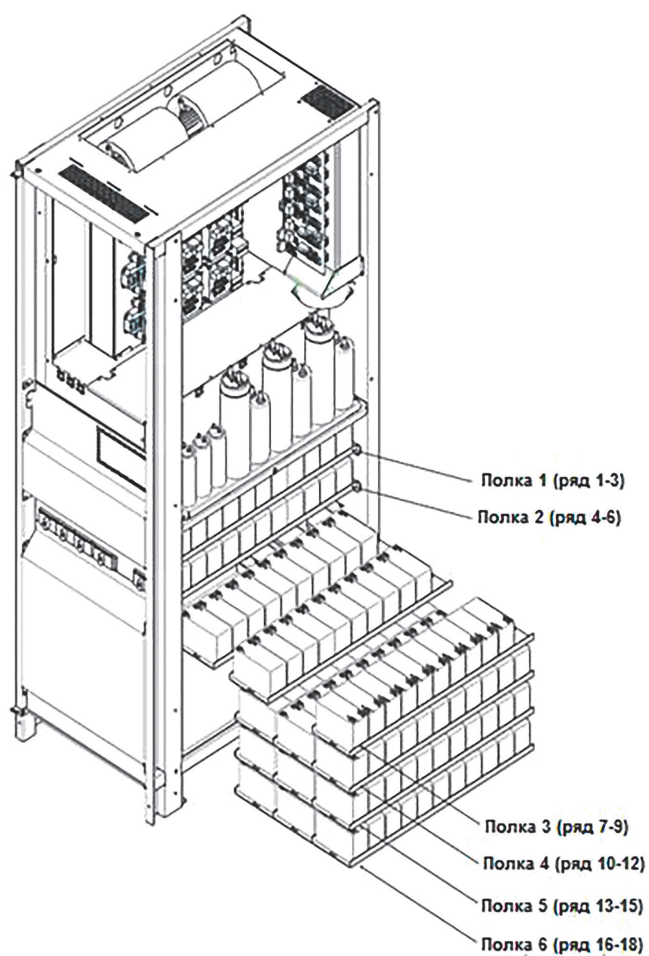

Рисунок 13 – Лотки батареи 12/14Ач 12В вид сбоку
- 1) Удалите шесть винтов, чтобы открыть левую / правую боковую крышку и получить доступ к батарейным лоткам. (Всего имеется 6 лотков, каждый из которых содержит два ряда из 7 батарей и один ряд из 6 батарей, см. рисунок 13 и 14).